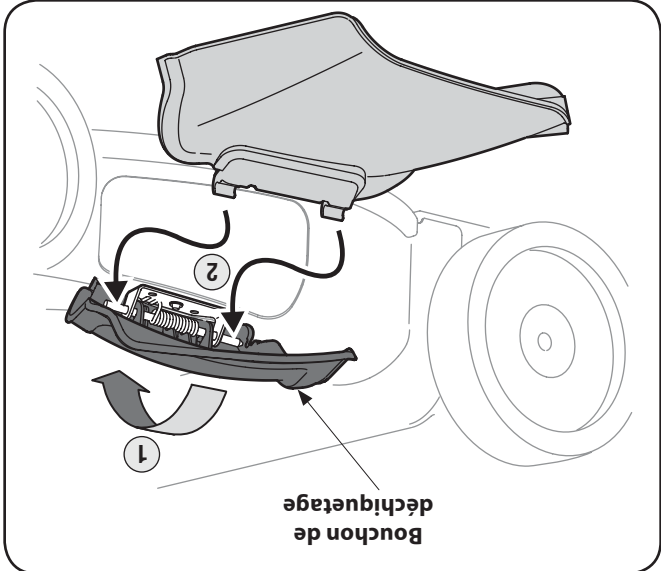

Figure 3-9
- 1. Relevez le bouchon de décharge à charnière qui se trouve sur le côté du plateau de coupe. Voir la Figure 3-9.